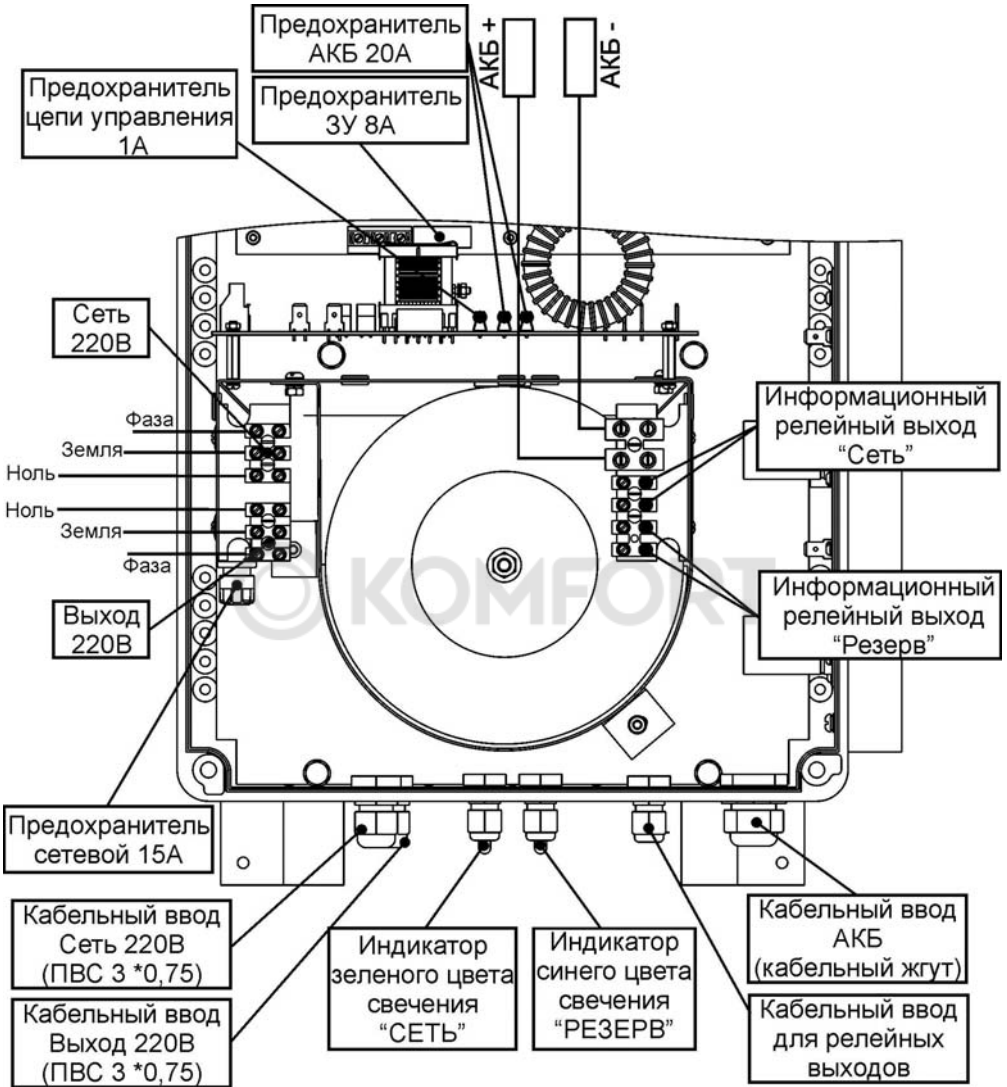

Рис.1 Общий вид источника с открытой крышкой
ВНИМАНИЕ! Эксплуатация источника без защитного заземления запрещена! Установку, монтаж, демонтаж и ремонт производить только при полном отключении источника от сети! Запрещается устанавливать в держатель предохранителя перемычки и вставки плавкие с номиналами, превышающими указанный в приложении (см. рис.1)
Подключение источника производится при отключенном сетевом напряжении (см. Приложение рис.1) в приведенной последовательности:
- подключить аккумуляторные батареи к клеммой колодке АКБ (см рис.1) с учетом полярности (**красный провод – к клемме «+АКБ»**); Схема последовательного соединения внешних АКБ показана на рис.2.